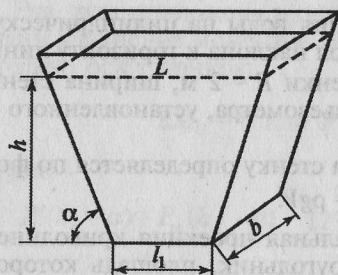

Рис. 3.7
**Задача 3.7.** Определить силу давления на основание резервуара (рис. 3.7), а также силу, действующую на землю под резервуаром, если  $h = 3$  м;  $b = 3$  м;  $\rho = 10^3$  кг/м3;  $l_1 = 6$  м;  $\alpha = 60^\circ$ ;  $g = 10$  м/с2. Объяснить полученные результаты. Весом резервуара можно пренебречь.